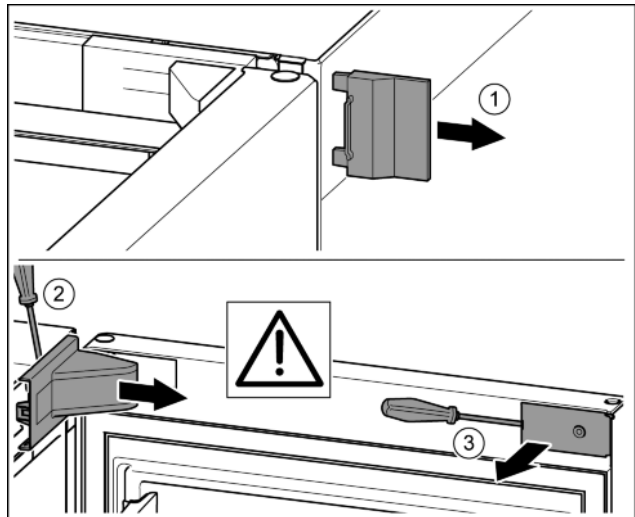

Fig. 9
- ▶ Retirer le cache extérieur. Fig. 9 (1)
- ▶ Débloquer le cache du support de palier à l'aide d'un tournevis et le libérer. Retirer le cache du support de palier. Fig. 9 (2)
- ▶ Dégager le cache avec le tournevis et l'incliner sur le côté. Fig. 9 (3)